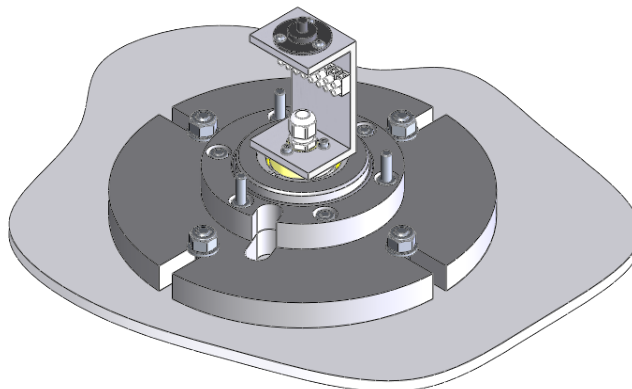

Ilustración 37: Carcasa del cojinete montada en la placa de fijación
- Monte la carcasa del cojinete en la parte superior de la placa de fijación, colocando el subconjunto del colector sobre el orificio. Apriete las tuercas de los tres pernos cautivos de la placa de fijación (Ilustración 37).